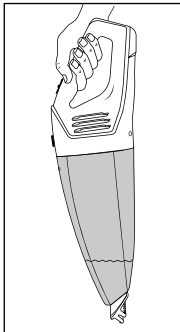

Fig. 3
- Dacă au fost aspirate lichide, transportați întotdeauna aparatul cu duza pentru aspirare umedă **1** orientată în jos (a se vedea fig. 3):